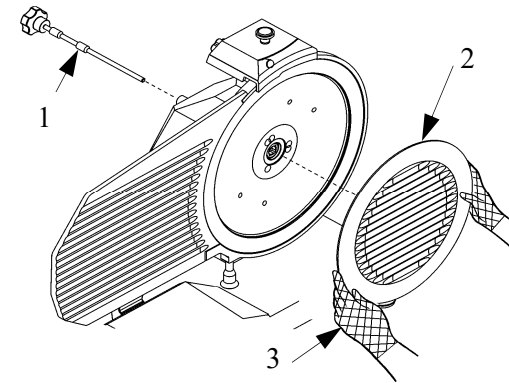

Abb. Nr. 14 - Aushängen der Messerabdeckung
Den Drehknopf des Messerspanners (1) abschrauben (siehe Abb.Nr.14), um die die Messerabdeckung herausnehmen zu können (2).
Zur Reinigung der entgegengesetzten Messerfläche und des Ringes muß das Messer aus der Aufschnittmaschine genommen werden (siehe Abb. Nr. 14). Herausnehmen des Messers:
- 1) Die Messerabdeckung aushängen (siehe Abb. Nr. 14)